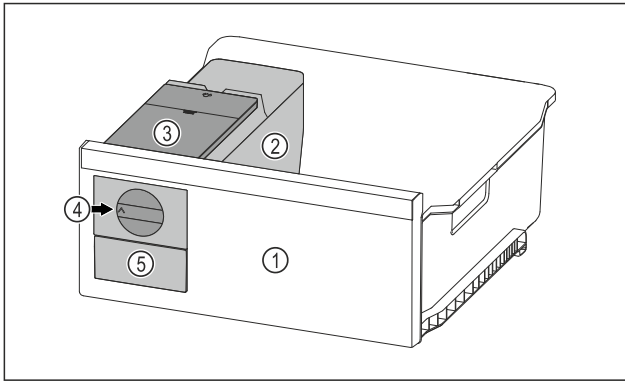

Fig. 70 Beispielfhafte Darstellung
- Drehknopf Fig. 70 (4) im Uhrzeigersinn bis zum Anschlag drehen.
- ▷ Eiszüfelf fallen aus der Eiszüfelfschale in das Eiszüfelfschubfach Fig. 70 (5).